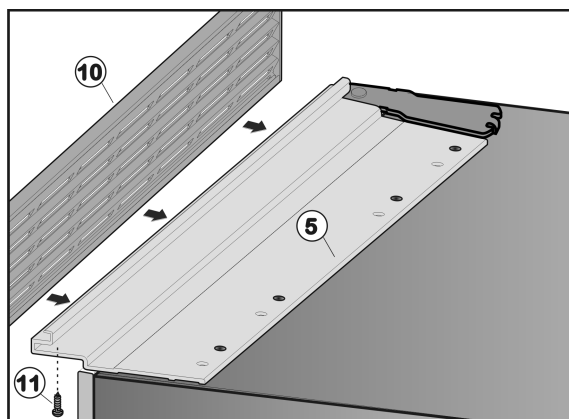

Fig. 33
- Mettre la grille de ventilation Fig. 33 (10) sur le profilé d'encastrement Fig. 33 (5) et la placer de telle sorte que les trous de la grille de ventilation et du profilé d'encastrement soient les uns au-dessus des autres.
- Visser la grille de ventilation Fig. 33 (10) par le dessous avec trois vis Fig. 33 (11) au profilé d'encastrement Fig. 33 (5).